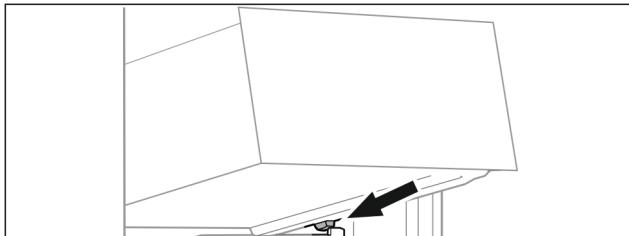

Fig. 72
- ▶ Coloque el cajón inclinado detrás de los topes sobre la nervadura para recipientes. (consulte Fig. 72)